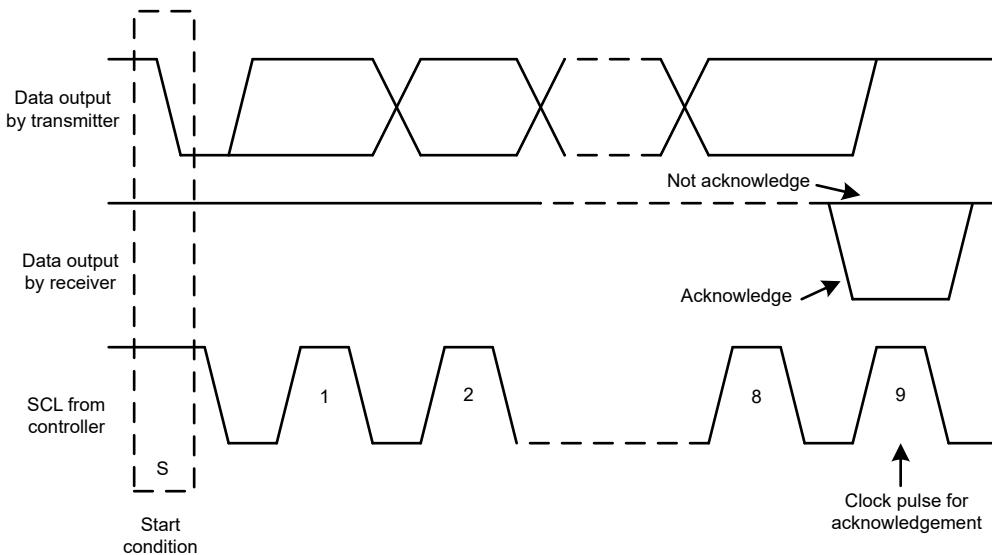
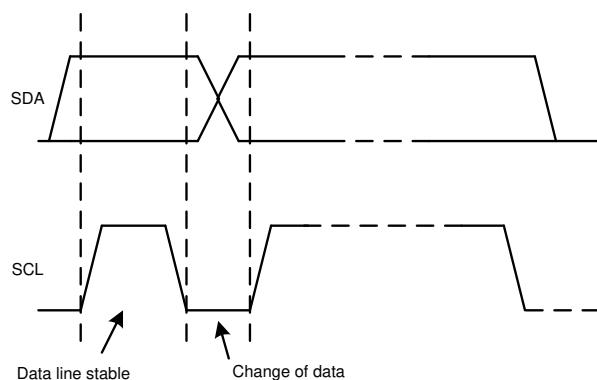

图 7-10. I2C 总线上的确认和非确认
图 7-12. 在 I2C 总线上的位传输
除了特定的时序信号外，I2C 接口还使用串行字节。在每个字节结束时，第九个时钟周期产生并检测确认信号。确认是指 SDA 线在第九个时钟周期的高电平期间被拉低。图 7-10 所示为非确认，是指 SDA 线在第九个时钟周期的高电平期间保持高电平。
2. 控制器随后产生 SCL 脉冲，并在 SDA 线上发送 7 位地址和读取/写入方向位 ( $R/W$ )。在所有传输期间，控制器确保数据有效。图 7-12 显示，有效数据条件要求 SDA 线在时钟脉冲的整个高电平期间保持稳定。所有器件都识别控制器发送的地址，并将其与相应内部固定地址进行比较。只有具有匹配地址的目标器件才会通过在第 9 个 SCL 周期的整个高电平期间拉低 SDA 线来生成确认（另请参阅图 7-10）。当控制器检测到此确认时，则表示与目标的通信链路已建立。